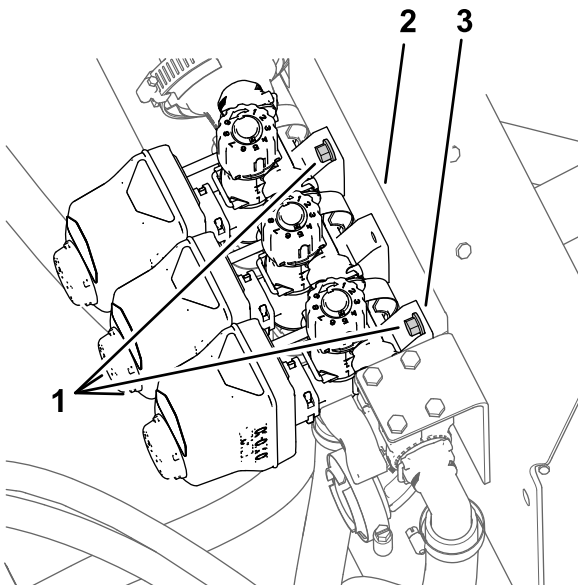

Bild 33
1. Lösen Sie die vier Bundkopfschrauben ($\frac{1}{4}$ " x $\frac{3}{4}$ ") und die vier Sicherungsbundmutter ($\frac{1}{4}$ "), mit denen die drei Abschnittsventile an der Verteilerbefestigung befestigt sind (Bild 33).